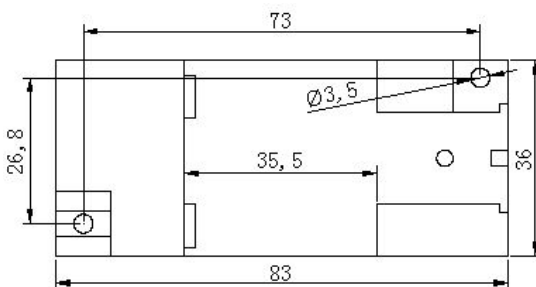

图 3 安装尺寸图
- ① 按图 3 所示的尺寸在固定板上打直径为 3mm 孔;
- ② 使用  $\Phi 3$  的螺钉插入孔中固定。